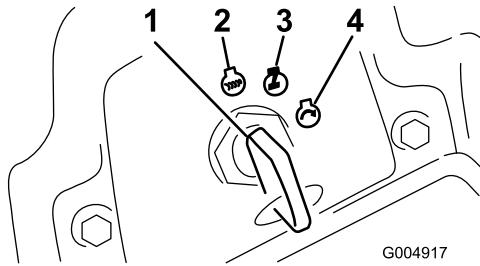

Figure 45
6. Tournez la clé dans le sens horaire en position Contact(Figure 45).
4. Tournez la clé de contact à la position arrêt (Figure 45). Attendez l'arrêt de toutes les pièces mobiles avant de quitter la position d'utilisation.